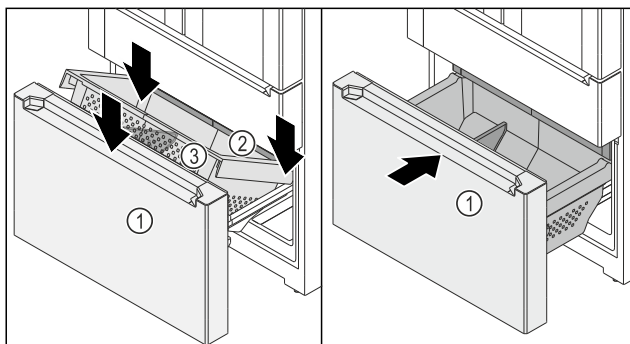

Fig. 152
- ☐ Wózek wysuwany Fig. 152 (1) jest wyjęty.
- ☐ Szuflada Fig. 152 (2) jest wsunięta.
- ▶ Pojemnik Fig. 152 (3) umieścić po prawej i lewej stronie na szynach.
- ▶ Pojemnik Fig. 152 (3) opuścić z przodu tak, aby pojemnik Fig. 152 (3) znajdował się na szynach po prawej i lewej stronie.
- ▶ Wsunąć wózek wysuwany Fig. 152 (1).